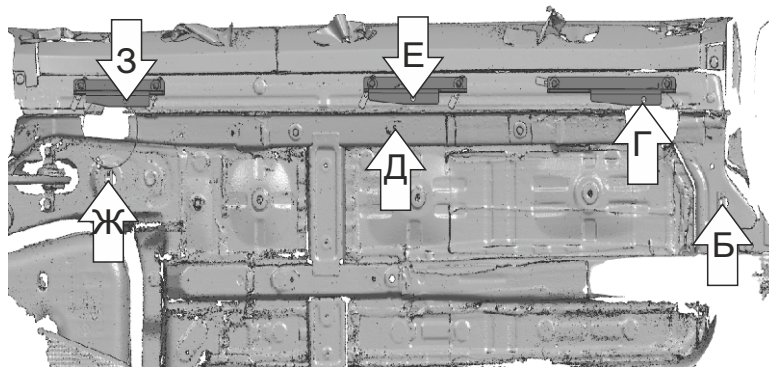

Рис. 4
5. Заднюю часть переднего кронштейна закрепить болтом M10x30 с шайбой 10 ув. в гайке закладной M10 (Б), переднюю часть закрепить в отверстии опоры переднего кронштейна болтом M8x20 с шайбами 8 ув. и гайкой 8 (Г) (Рис. 4,5).
6. Заднюю часть среднего кронштейна закрепить болтом M6x20 с шайбами 6 и 8 в штатном отверстии (Д), переднюю часть закрепить в отверстии опоры переднего кронштейна болтом M8x20 с шайбой 8 ув. и гайкой 8 (Е) (Рис. 4,6).
7. Заднюю часть заднего кронштейна закрепить болтом M10x30 с шайбой 10 ув. в гайке закладной M10 (Ж), переднюю часть закрепить в отверстии опоры переднего кронштейна болтом M8x20 с шайбой 8 ув. и гайкой 8 (З) (Рис. 4,7).